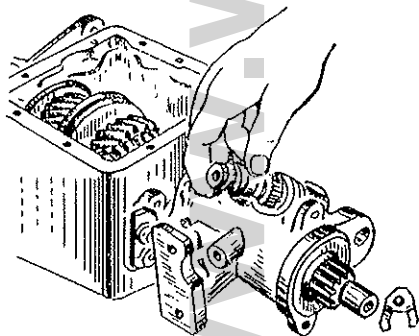

Bild 145 Anbau des Geschwindigkeitsmesserantriebs
- Befestigungsschraube für Sperre des Stützens an Geschwindigkeitsmesserantrieb lösen, Sperre wegnehmen, Stützen und getriebenes Zahnrad des Geschwindigkeitsmesserantriebs (Bild 145) herausnehmen;